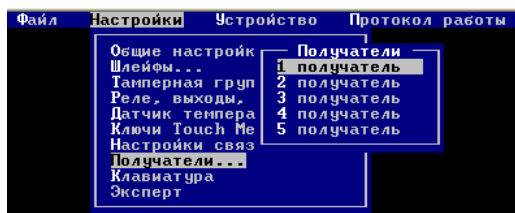

Рис. 31. Вход в настройку получателя
2.2.5.2 Настройка получателей начинается из меню «Настройки», выбором пункта «Получатели», как показано на рис. 31. Для каждого получателя должны быть выполнены общие настройки, заданы направления доставки и указаны фильтры извещений, как показано на рис. 31-39.